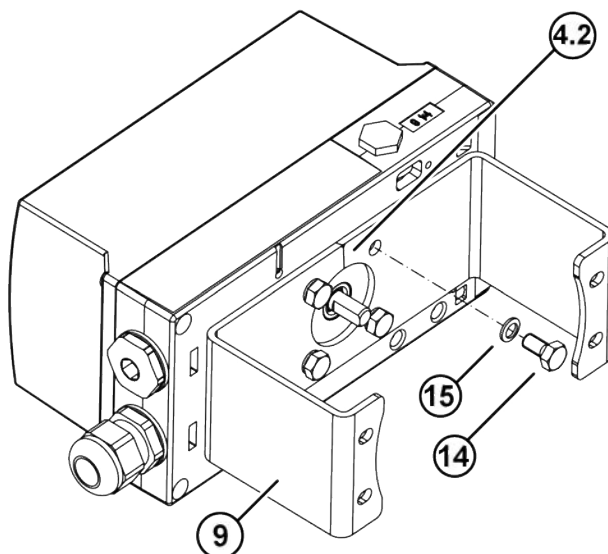

Рис. 19: Монтаж позиционера на консоли
1. Рис. 19: Установить монтажную консоль VDI/VDE 3845 ((9), специально для конкретного привода входит в объем поставки изготовителя привода) с задней стороны позиционера и привинтить ее винтами с шестигранной головкой (14) и предохранительными шайбами (15).